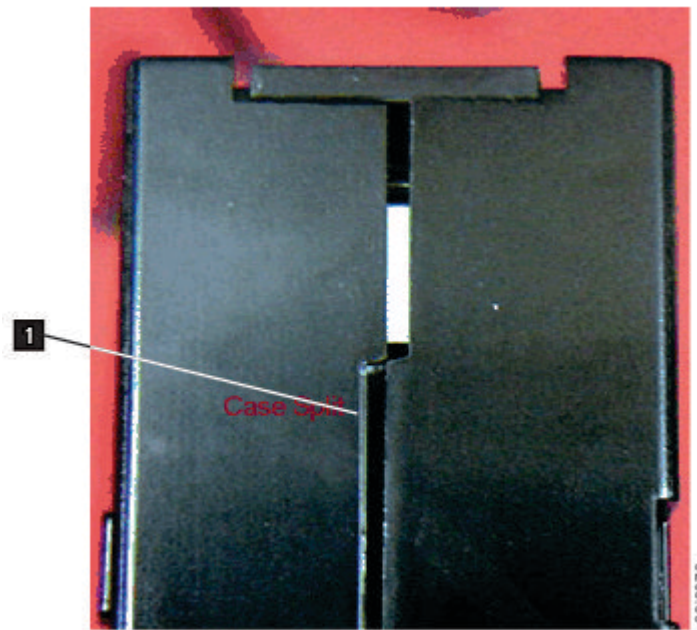

Abbildung 91. Naht der Kassette auf Lücken überprüfen
- Überprüfen Sie die Rückseite der Kassette (den Teil, der zuerst in den Kassettenladeschacht eingelegt wird). Die Naht des Kassettengehäuses darf keine Lücken aufweisen. . Weist die Naht Lücken auf (siehe Abb. 91), hat sich der Bandmitnehmerstift möglicherweise verschoben.